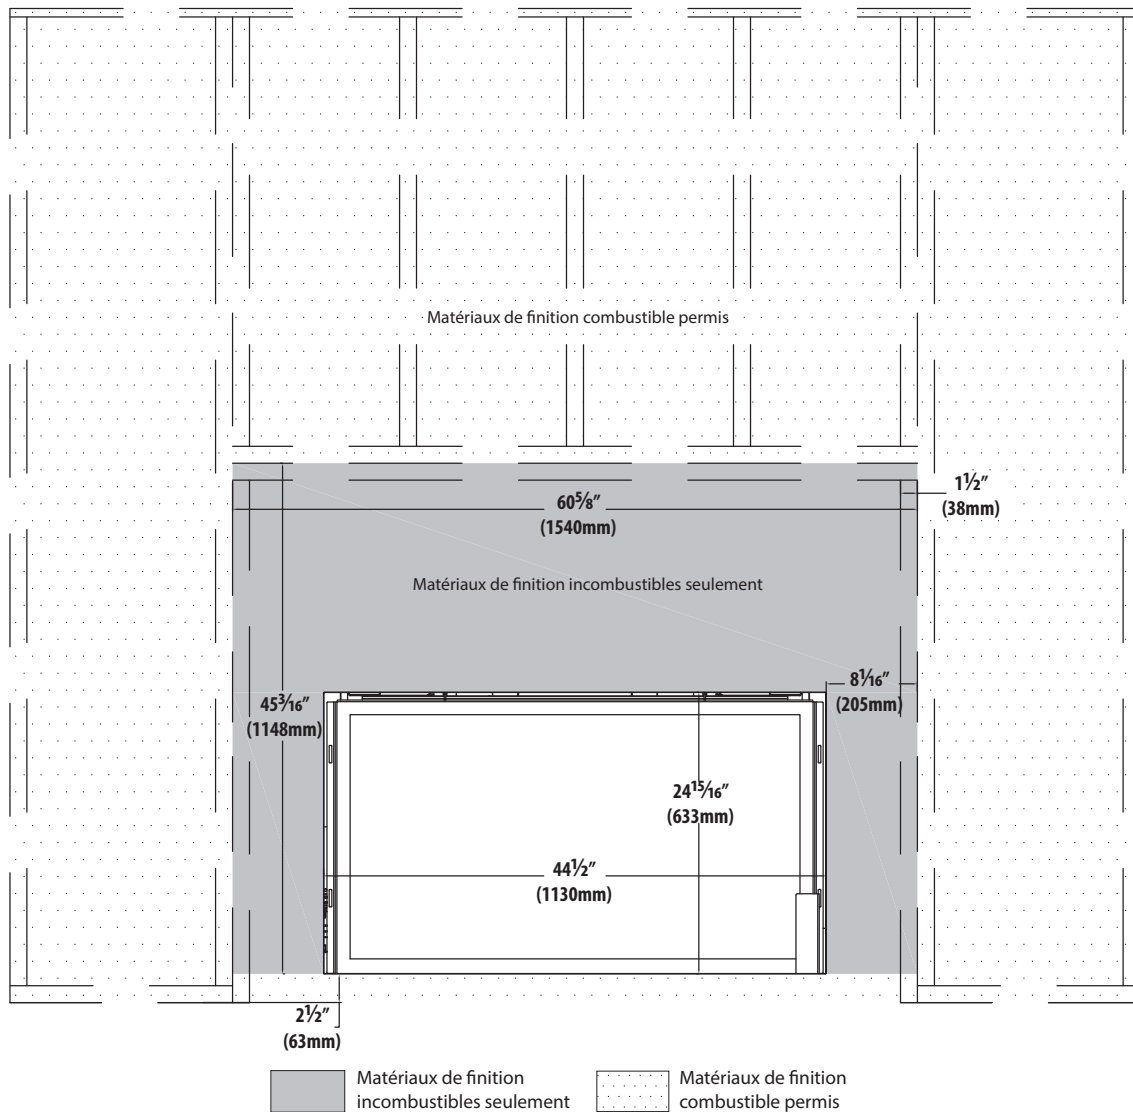
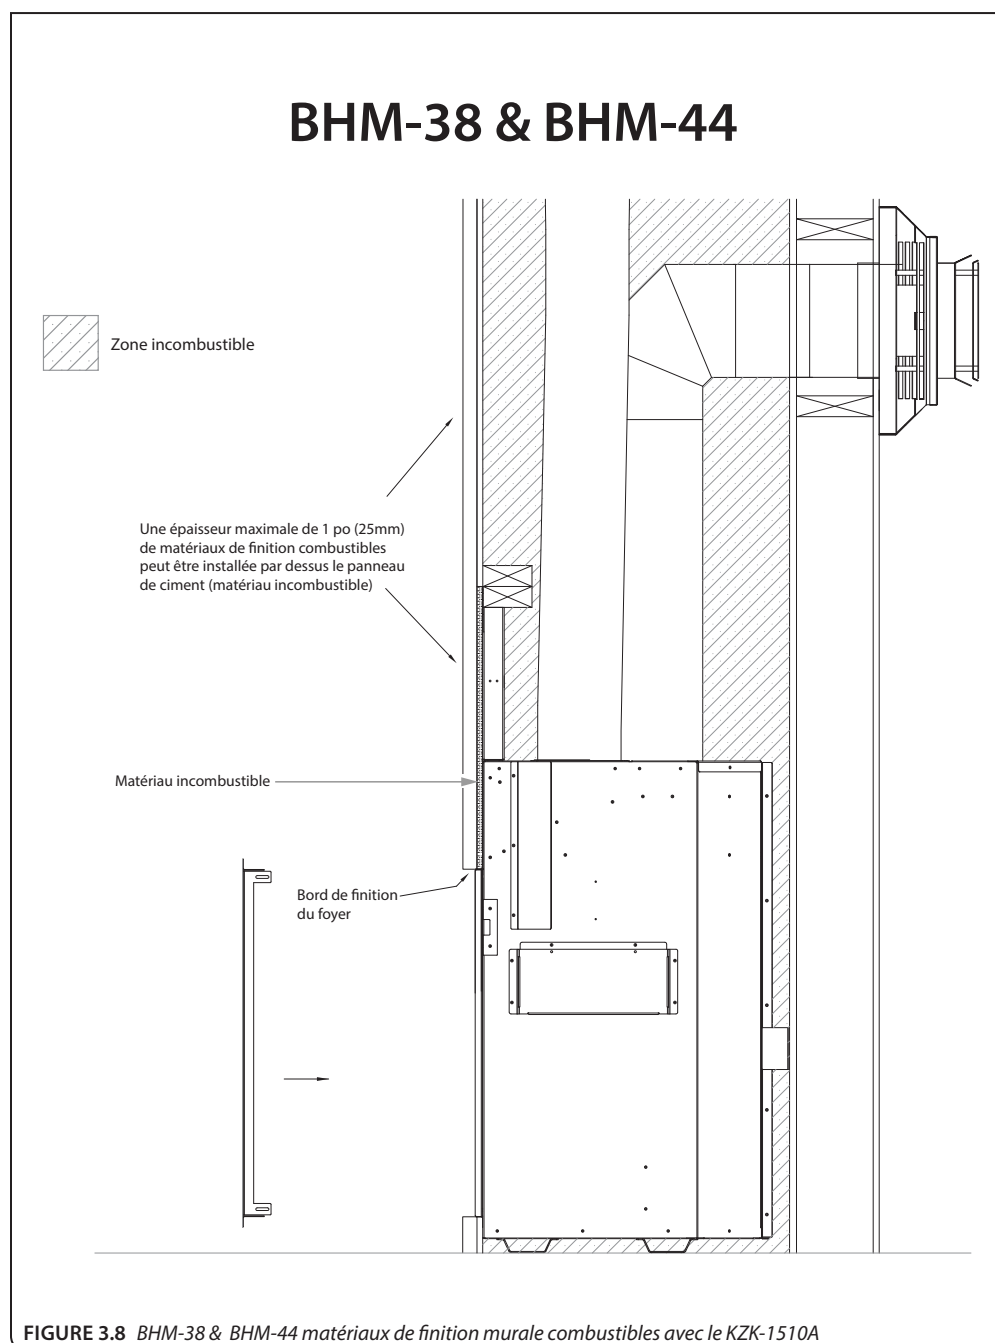

FIGURE 3.4 Dimensions minimales des matériaux incombustibles de finition pour le foyer BHM-44
FIGURE 3.8 BHM-38 & BHM-44 matériaux de finition murale combustibles avec le KZK-1510A
- La **FIGURE 3.8** montre l'installation de matériaux combustibles de finition murale d'une épaisseur maximale de 1 po (25 mm). Ces matériaux combustibles sont installés par dessus tous les matériaux incombustibles exigés, tels que montrés à la **FIGURE 3.4** (page 21).